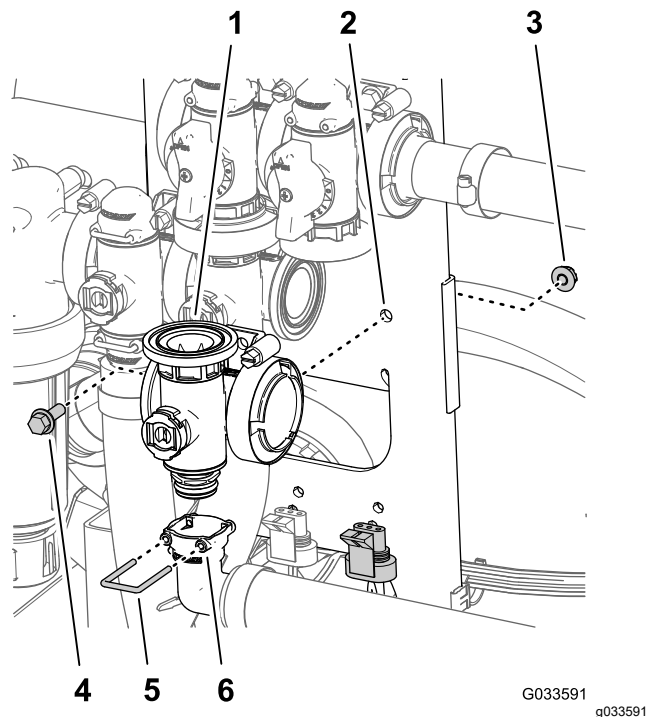

图 130
5. 将 90° 出口接头的插槽对齐到主喷洒臂阀歧管底部的连接头图 130。
6. 将卡环插入出口接头的插槽固定出口接头的连接头图 130。